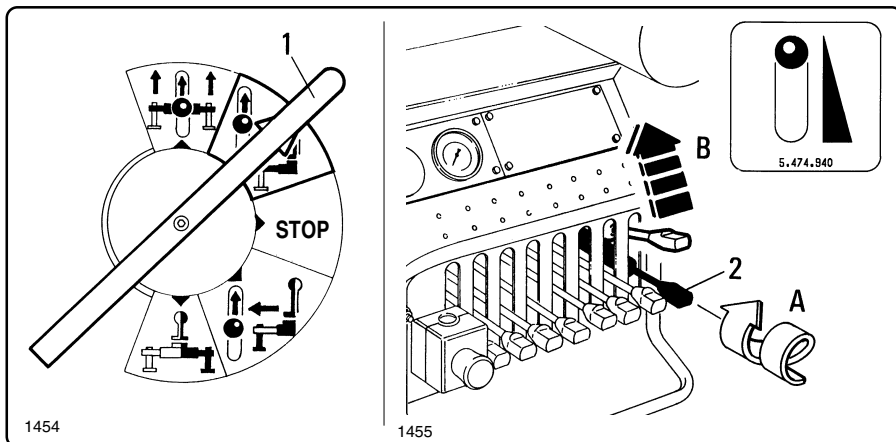

fig. 6.7.8
- Premere e ruotare la leva "1" in posizione di comando martinetto stabilizzatore (fig. 6.7.8).
- Press and turn lever "1" to outrigger cylinder control position (fig. 6.7.8).